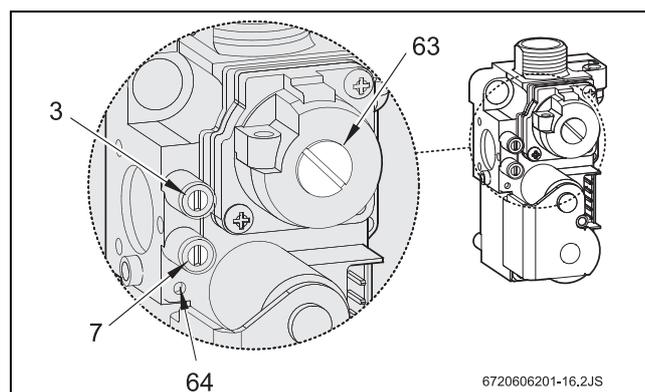

Fig. 26 Bloc de gaz
- ▶ Enlever le bouchon plombé de la vis de réglage gaz (63) (voir Fig. 26 ).
- ▶ Pour le gaz naturel: régler sur la consommation maximale au niveau de la vis de réglage du gaz (63) (Tab. 8 ).